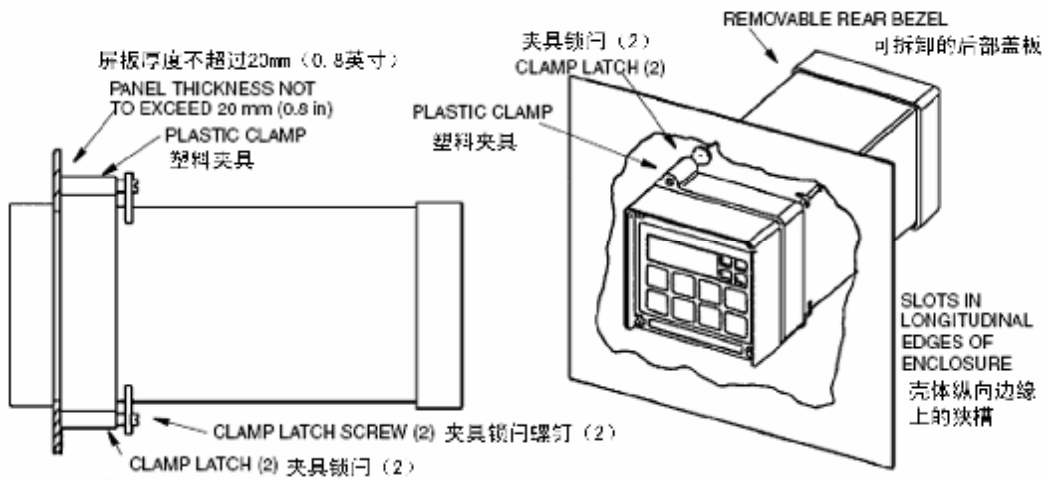

图 4. 安装在屏板上 — 金属壳体
3. 在屏板的后面，将塑料夹具滑移到壳体上，直至夹具锁闩（2 个）插入到壳体纵向边缘上两个相对的狭槽中，见图 4。